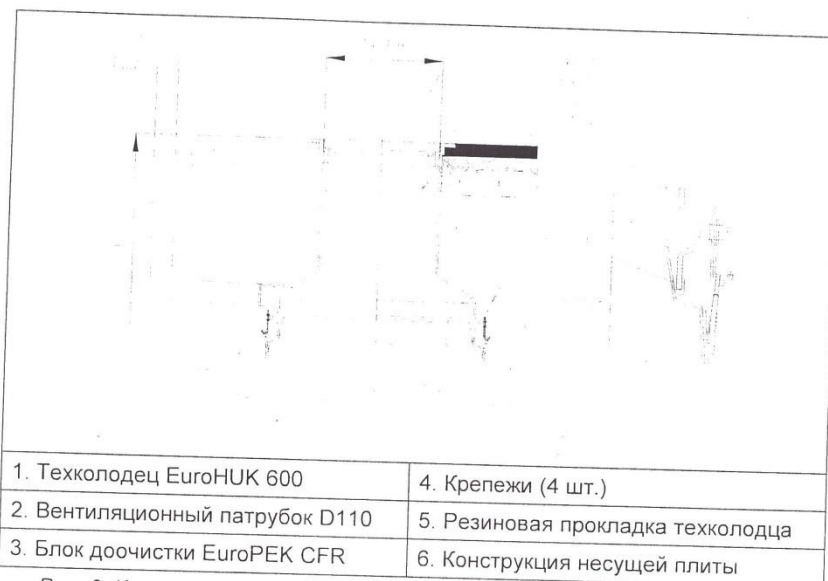

Рис. 6. Крепление техколотца к отделителю.
7. Установите на техколодец (техколотцы) резиновую прокладку. Установите техколодец EuroHUK на отделитель в строго горизонтальном положении (Рис. 6).